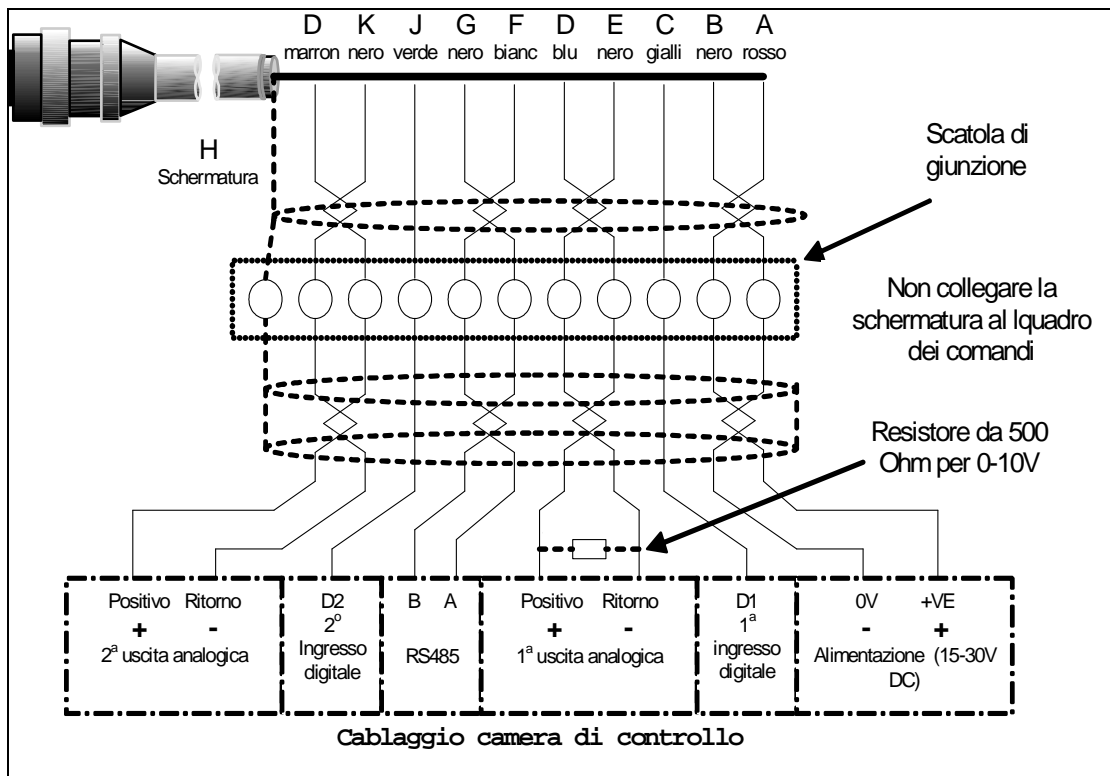

Figura 14 – Collegamento del cavo del sensore (0090A)
- 0 – 20 mA Questa uscita può essere configurata come un'uscita di tensione a 0 – 10 V c.c. se un resistore da 500 ohm è collegato attraverso l'uscita analogica ed i cavi di ritorno (vedere Figura 14)